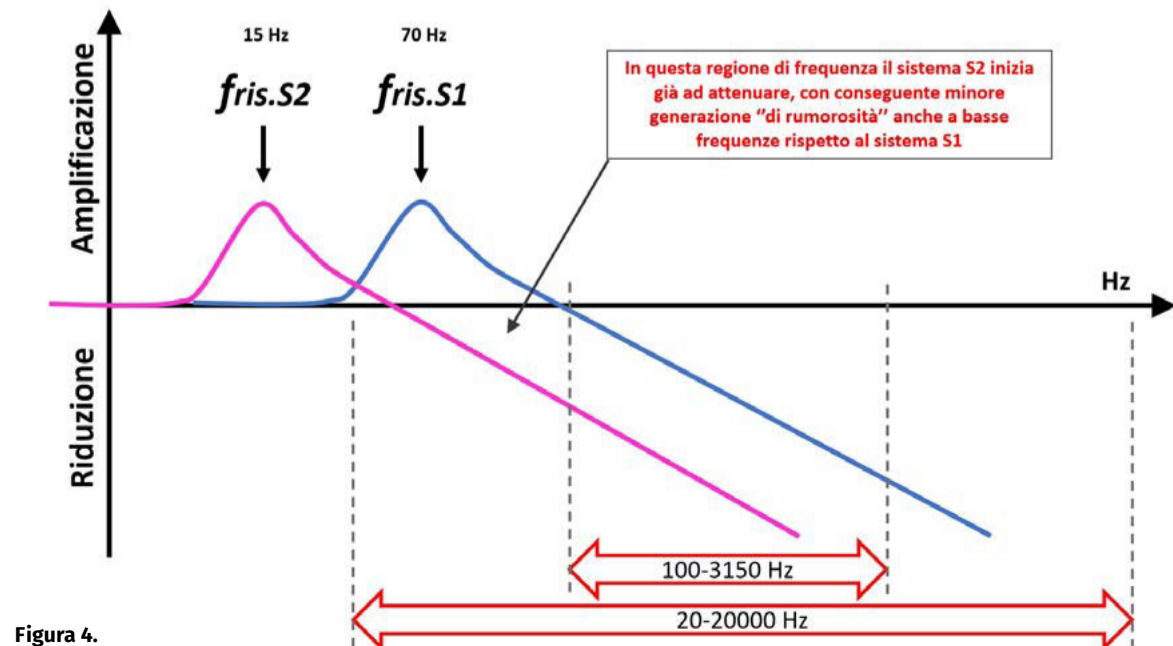

Figura 4.
Ognuno dei processi fino a qui discussi, ed in particolare le azioni idrodinamiche, sono intensificati dall'eventuale formarsi di accumuli di materiale vegetale trasportato dalla corrente, caso non raro durante eventi idrologici e idraulici di significativa intensità (Figura 4).
Figura 4. Fiume Sesia, ponte della SP 596 a Candia Lomellina (PV). L'alveo del fiume ha subito progressivo abbassamento negli anni, con conseguente esposizione delle fondazioni. Significativi accumuli di materiale vegetale. (Foto degli autori)
Nella Figura 4 un esempio schematico di cosa accade. Con il sistema "S1", assimilabile a un "tradizionale" sistema anticalpestio, l'attenuazione inizia a circa 100 Hz, migliorando all'aumentare della frequenza. Il risultato ottenibile è conforme a quanto prescritto dalla normativa di legge, ma restano percepibili le basse frequenze, come visto nell'esempio precedente. Alcune frequenze vengono amplificate, come sempre avviene in sistemi costituiti da masse poggiate su molle. Questo è lo scotto che si paga in ogni caso per poter attenuare le vibrazioni. Un'accorta progettazione permette di spostare le frequenze critiche a seconda dell'obiettivo. Per migliorare il comportamento acustico occorre creare un sistema con una molla più "morbida" e/o con una massa più elevata, in modo da traslare la frequenza naturale del sistema verso sinistra (alle frequenze più basse) e consentendo così l'attenuazione a frequenze inferiori rispetto al sistema "S1".